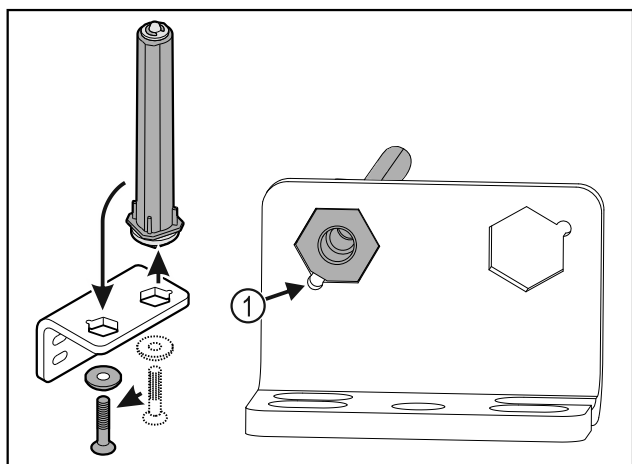

Fig. 33
- ▶ Pass på at den skrå kanten på bolten Fig. 33 (1) peker mot det runde hullet under innsetningen.